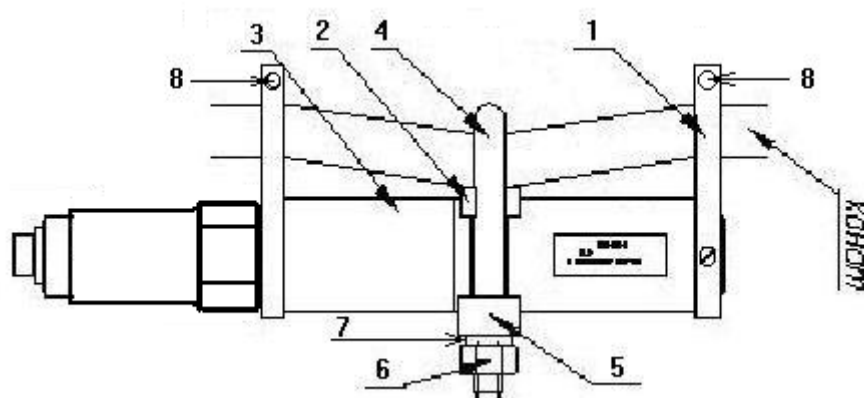

Рис. 1. Внешний вид датчика силы ИВЭ-50-2.4 $R_{ном}=2$ тс ($R_{ном}=10$ тс, $R_{ном}=20$ тс).
4.1. Датчик ИВЭ-50-2.4 $R_{ном}=2тс$ ($R_{ном}=10тс$, $R_{ном}=20тс$) показан на рис. 1. Датчик монтируется на неподвижном конце талевого каната таким образом, что последний оказывается изогнут между крайними неподвижными упорами 1 и средним упором 2. Средний упор 2 жестко закреплен на упругом элементе 3. На канате датчик фиксируется скобой 4, которая зажимается двумя гайками 6 через планку 5.
10.1. Для установки датчика на канате, связывающем шток пневмо- или гидрораскрепителя с рычагом ключа, снимите страховочные болты 8 (рис. 1). Затем уложите канат в выемки упоров 1 и 2, установите скобу 4, планку 5 и затяните гайки 6 до момента касания каната среднего упора 2 плюс 1-2 оборота ($27,5 \pm 2,5$ Н·м). Установите страховочные болты 8.